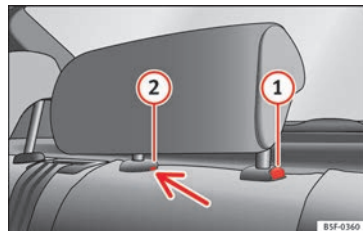

Fig. 106 Appuie-tête central arrière : point de déverrouillage.
- » **fig. 106** et déplacez-le vers le bas.
- Appuyez sur la touche ① » » fig. 106 et retirez en même temps l'appuie-tête du dossier » » ⚠.
- Introduisez un tournevis dans la position ② » » fig. 106 du trou et retirez en même temps l'appuie-tête du dossier » » ⚠.